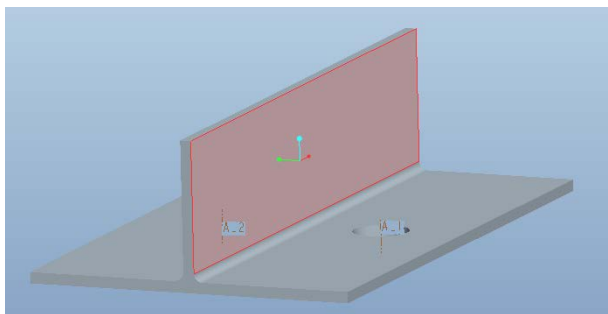

Рис. 19. Выбор поверхности
- выберите поверхность, как показано на рис. 19.